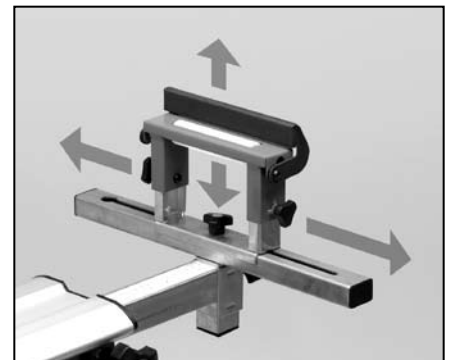

Figura 8
11. Los soportes de rodillos pueden ser ajustados hacia arriba o hacia abajo, aflojando la perilla de ajuste de altura **2** y ajustando hacia arriba o hacia abajo según se desee, y apretando la perilla de ajuste de altura. Figura 8. Los soportes en "T" también pueden ser ajustados hacia arriba o hacia abajo, aflojando la perilla de ajuste en "T" **3**, moviendo la "T" hacia arriba o hacia abajo, y apretando.
12. Los soportes de rodillos pueden ser ajustados de frente hacia atrás, aflojando la perilla **4** y deslizando a la ubicación deseada, y apretando la perilla. Figura 8.